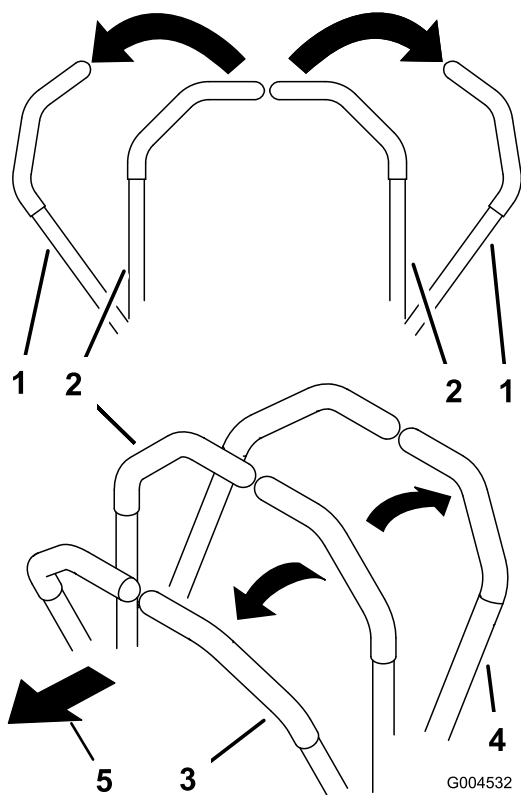

Figura 19
1. Mettete tutte le stegole di comando bloccate in folle (Figura 19).